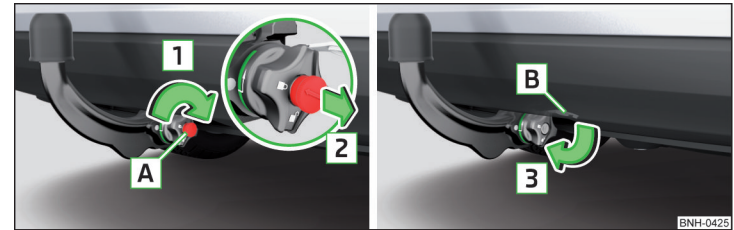

Abb. 134 Schloss verriegeln und Schlüssel abziehen / Kappe auf das Schloss stecken
- Den Schlüssel **A** in Pfeilrichtung **1** drehen, sodass der Pfeil am Schlüssel zum Symbol **!** » Abb. 134 zeigt.